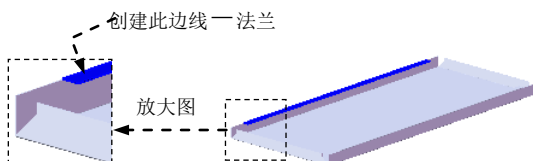

图 17.9.21 创建边线—法兰 6
Step7. 创建图 17.9.21 所示的边线—法兰 6。详细操作步骤参见上一步。